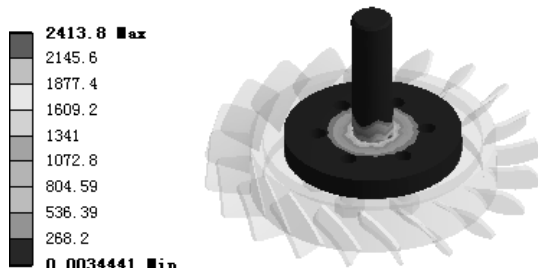

图 7.6.14 应力结果图解 (link-shaft)
(4) 查看 link-shaft 应力结果图解。在“Outline”窗口中选中  Equivalent Stress 2，查看图 7.6.14 所示的零件 shaft 的应力结果，其最小应力为 3.4441e-003 MPa，其最大应力为 2413.8MPa。